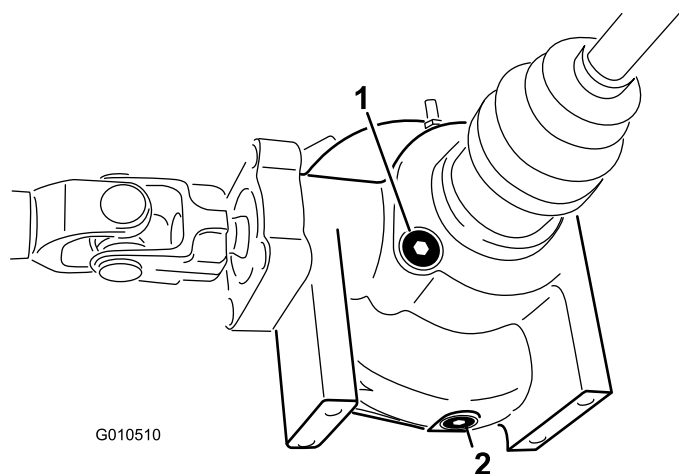

Figura 49
2. Pulite la zona attorno al tappo di spurgo sul lato del differenziale (Figura 49). Collocate una bacinella di spurgo sotto il tappo di svuotamento.